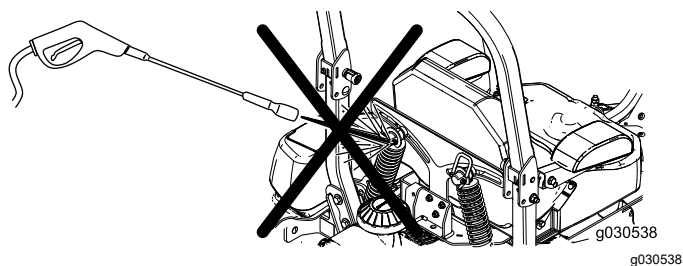

Figura 89
**Nota:** Non pulite i gruppi ammortizzatore con acqua sotto pressione (Figura 89).